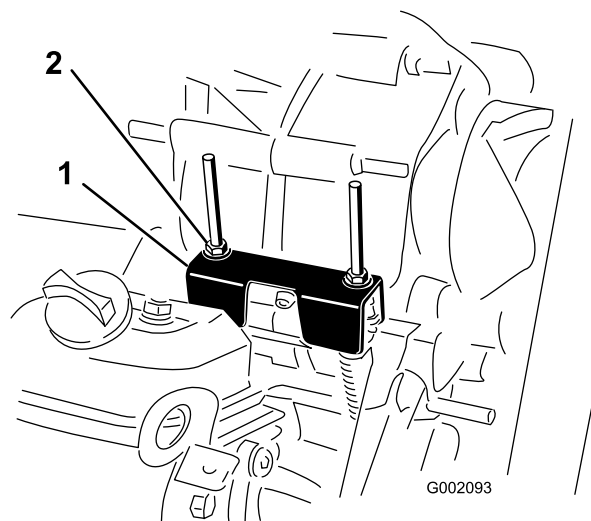

Рисунок 48
- Поверните одну из контргайек (Рисунок 48), чтобы получить зазор от 0,762 до 1,52 мм между нижней частью гайки/шайбы и кронштейном нейтрали.
При выполнении планового техобслуживания и/или диагностики двигателя ведущий мост необходимо переключить в нейтральное положение (Рисунок 48). У автомобиля есть нейтральное положение на рычаге переключения передач, которое включает нейтральное положение в ведущем мосту. Необходимо выполнить следующие действия, чтобы убедиться в правильной работе рычага переключения ведущего моста в нейтральное положение:
- Убедитесь, что кронштейн нейтрали находится в нейтральном положении (на уровне кронштейна крепления троса, расположенного под кронштейном переключения передач), повернув ведомое сцепление (Рисунок 48).